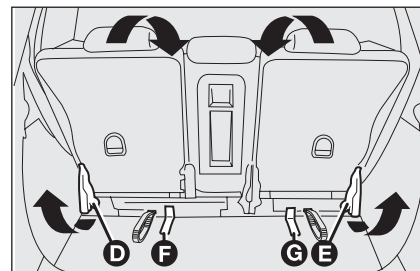

fig. 116
- ❑ mediante las palanca **D** y **E**-fig. 116 incline los respaldos sobre los cojines posteriores;
- ❑ mediante las cintas **F** y **G**-fig. 116 vuelque completamente los asientos.